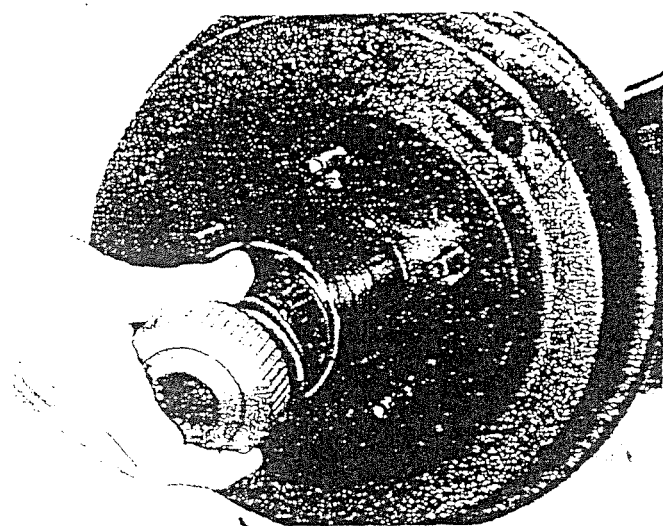

Fig. 4
- Extrair o segundo rolamento utilizando um punção (fig. 4).